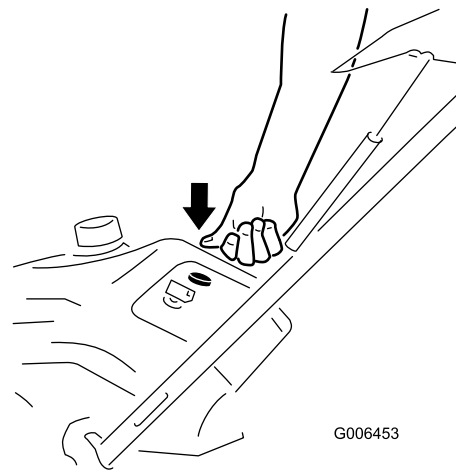

Figure 12
3. Appuyez fermement à 2 reprises sur l'amorceur avec le pouce, en marquant une pause d'une seconde chaque fois (Figure 12).